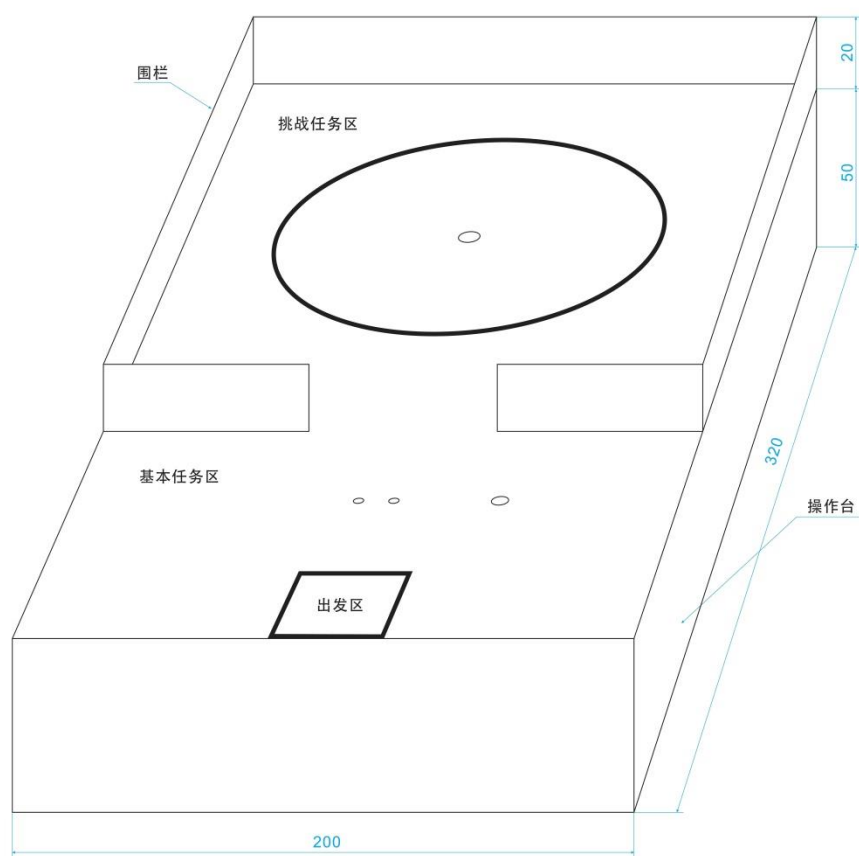

图 2 场地侧视示意图
1.2 展示场地被布置在一个高约 50cm 的操作台上，挑战任务区围栏的高度约为 20cm，如图 2 所示。亦可将地图直接置于平整的地面作为展示场地。